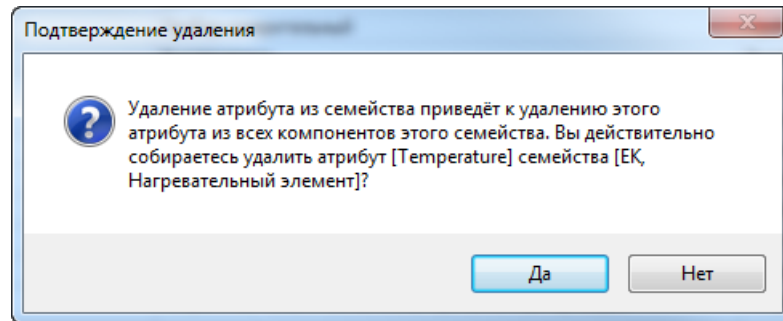

Рис. 36 Подтверждение удаления
5. В окне «Подтверждение удаления» нажмите «Да» для подтверждения удаления атрибута, либо «Нет» для отмены действия, Рис. 36.